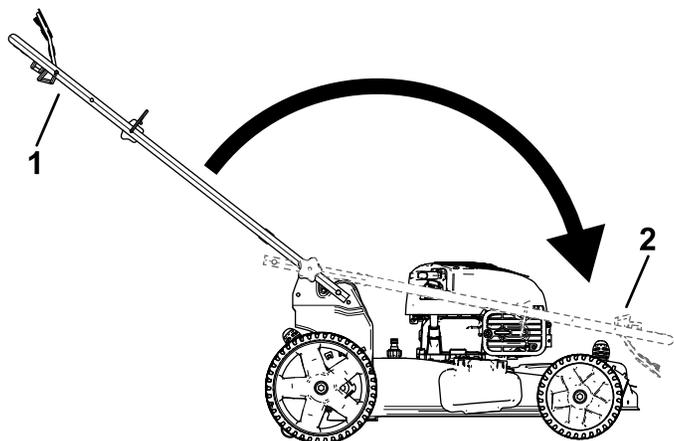

**Figura 23**
1. Togliete e conservate le 2 manopole della stegola e i 2 bulloni a testa tonda dalle staffe della stegola (Figura 23).